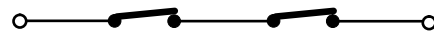

Fig. 12
N.B. Als twee of meer voorzieningen dezelfde functie hebben (opening of sluiting), dan moeten ze in serie worden geschakeld (zie fig.12). Er moeten rustcontacten worden gebruikt.